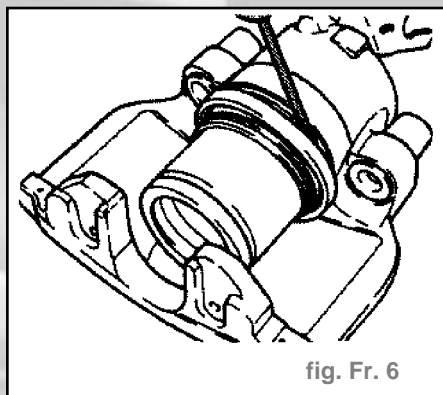

fig. Fr. 6
- À l'aide d'un tournevis, mettre en place avec précaution la lèvres d'étanchéité intérieure du capuchon dans la gorge du boîtier d'étrier de frein (fig. Fr. 6).